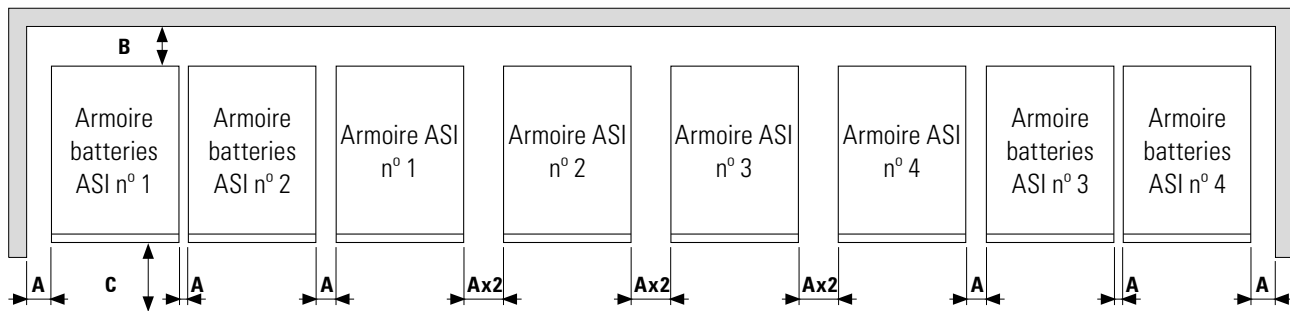

Fig. 37. Cotes minimales pour la ventilation d'un système.
- La Fig. 37 illustre un exemple de 4 équipements en parallèle avec leur armoire de batteries respective. Pour les systèmes ayant un nombre moindre d'unités, procéder selon chaque cas.